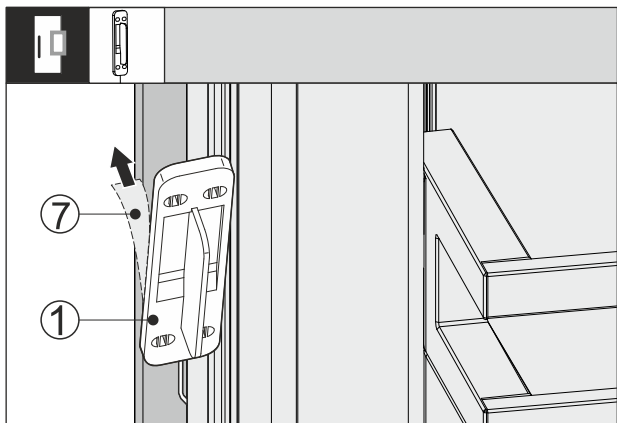

Fig. 64
- Skinite zaštitnu foliju Fig. 64 (7) na stražnjoj strani senzora Fig. 64 (1) kucanja.